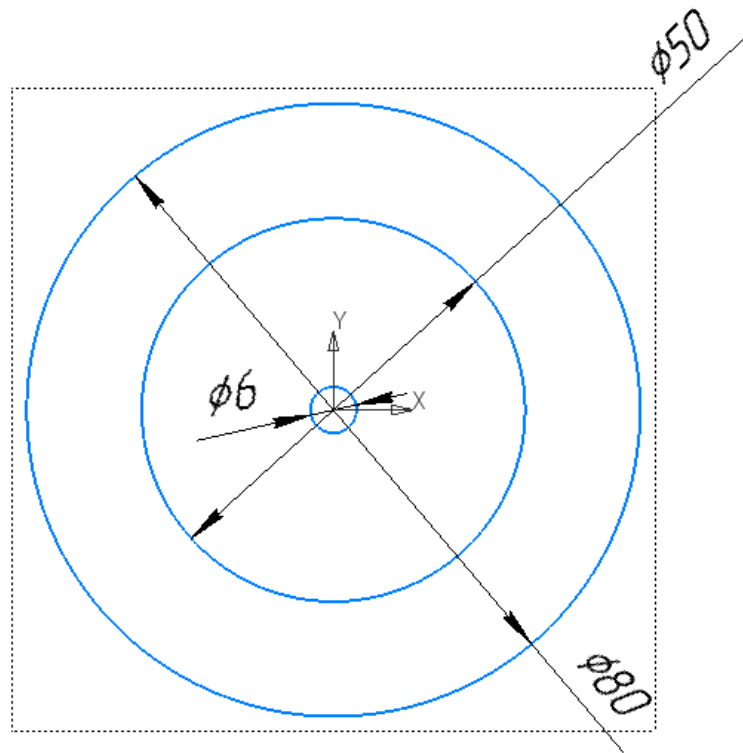

Рисунок 10. Вид детали снизу.
11. Нанесите окружности и примените формообразующую операцию с последующим нанесением фаски (рисунок 10, 11);